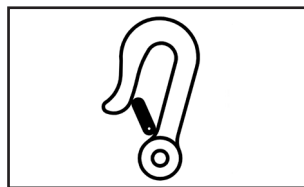

Figure 2
- Les positions des quatre points de fixation sur le Canto Nxt sont indiquées à l'aide d'un autocollant affichant le symbole d'une attache (voir figure 2).